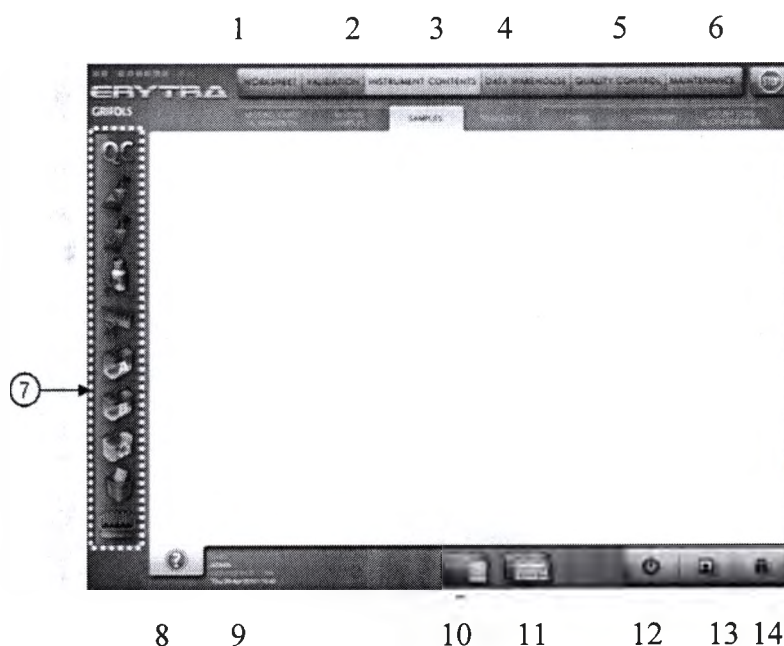

Рисунок 7: Внешний вид программы Erytra
(ссылка (10), рисунок 7), разворачивает карту анализатора, которая позволяет получать доступ к различным аппаратным средствам анализатора при помощи программы Erytra.
предлагает доступ к виртуальной клавиатуре, путём нажатия на клавишу расположенную в нижней рабочей панели программы Ervtra (ссылка (11), рисунок 7).
Войдите в главное меню анализатора (ссылка (3), рисунок 7) «Контейнеры» и проверьте: